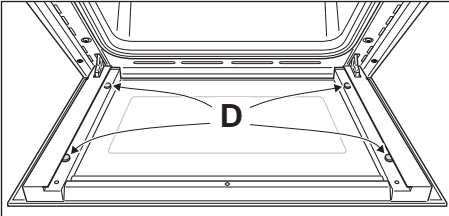

Fig. 6.24
- Kontrollera att gummihörnskyddet (**M**) är positionerat korrekt (Fig. 6.24).